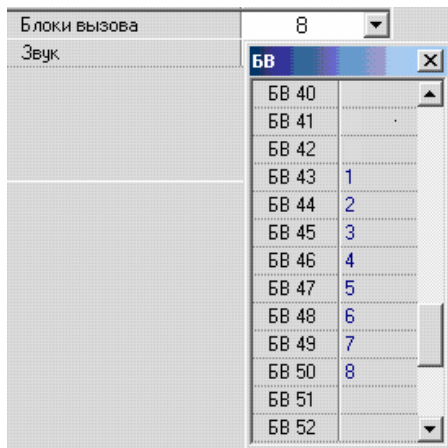

Рис.29 Пример окна блоков вызова
- **Блоки вызова.** Данная установка определяет, какие системные БВ подключаются к конкретному входу редактируемого КМ. При нажатии кнопки ▼ появляется ниспадающий список «БВ» (рис.29).